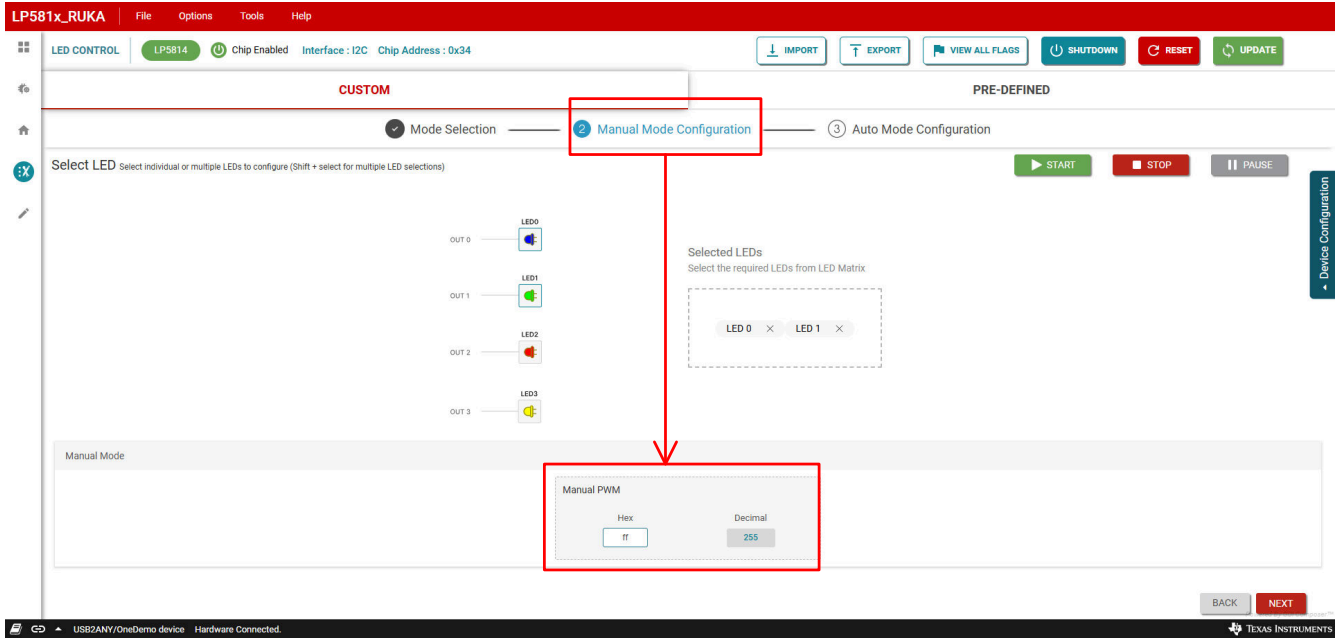

图 3-12. 手动 PWM 设置
- 单击 **Manual Mode Configuration** 选项卡以打开手动 PWM 设置面板，如图 3-12 所示。在 **Manual PWM** 控件中输入数据，为选定的蓝色 LED 和绿色 LED 设置手动 PWM 值。